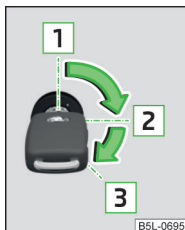

Fig. 105
- În timpul deplasării, la oprirea motorului, cheia trebuie să se găsească întotdeauna în poziția  » fig. 105 la pagina 123 (contact cuplat). Această poziție este semnalizată prin aprinderea unor lămpi de control în panoul de bord.
- Demarorul poate fi acționat numai când motorul nu este pornit și autovehiculul staționează. Dacă se acționează demarorul când motorul este în funcțiune  » fig. 105 la pagina 123, se poate deteriora demarorul, respectiv motorul.
Motoare pe benzină » fig. 105
Motoarele diesel » fig. 105
Dacă **mecanismul de direcție este blocat** iar cheia nu se poate roti, sau se rotește cu greu în poziția **2** » fig. 105, atunci volanul trebuie rotit puțin încolo și înapoi - astfel se deblochează mecanismul de direcție.
- Cuplați contactul **2** » fig. 105 la pagina 123.
Opriiți motorul prin rotirea cheii de contact în poziția **[1]** » fig. 105 la pagina 123.